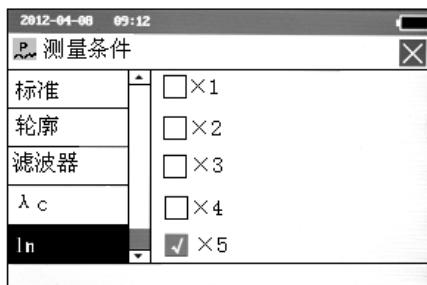

图 2-15 设置评定长度
- ◆ 触摸屏操作：点按屏幕中“ln”选项进入设置状态（见图 2-15），再按“□”可选择相应的评定长度，点按 \times 退出修改测量条件状态。
- ◆ 按键操作：按 $\left[\begin{array}{c} \uparrow \text{Ra} \\ \downarrow \text{PRINT} \end{array}\right]$ 选择“ln”选项，按回车键 $\left[\begin{array}{c} \leftarrow \\ \rightarrow \end{array}\right]$ 进入设置状态（见图 2-15），按 $\left[\begin{array}{c} \uparrow \text{Ra} \\ \downarrow \text{PRINT} \end{array}\right]$ 选择评定长度，再按 $\left[\begin{array}{c} \leftarrow \\ \rightarrow \end{array}\right]$ 确认，按 $\left[\begin{array}{c} \leftarrow \cdot E \\ \rightarrow \cdot E \end{array}\right]$ 退出设置状态，再按 $\left[\begin{array}{c} \leftarrow \cdot E \\ \rightarrow \cdot E \end{array}\right]$ 退出修改测量条件状态。